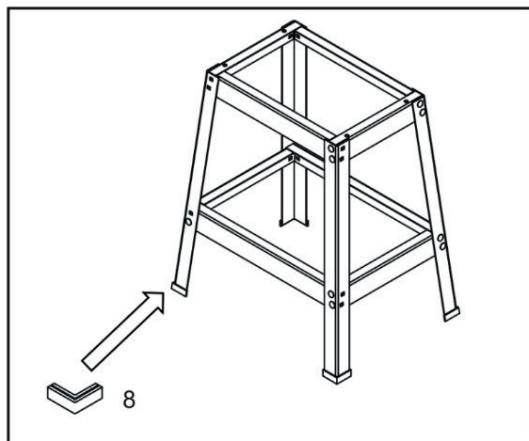

Рис. 10.
7. После сборки подставки установите четыре резиновые накладки для ног (№8) (рис. 10). Наконец установите шлифовальную машину на подставку для использования.